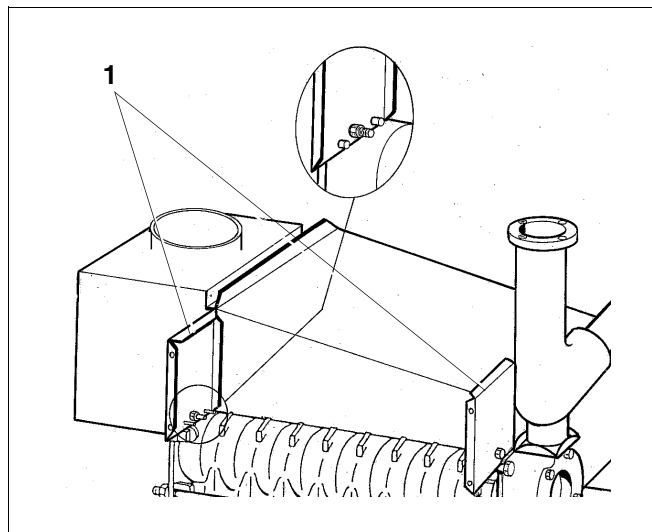

Fig. 42 Montage des consoles
- Monter les quatre consoles (fig.42, **pos.1** colis jaquette pack B) sur les 4 éléments d'extrémités (face intérieure) à l'aide d'une vis M8x35 (avec rondelle sertie) et un écrou (voir fig.42, côté ouvert vers l'intérieur).